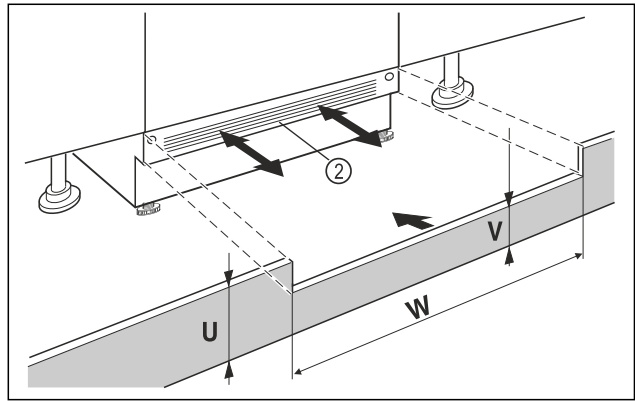

Fig. 14 Vejledende illustration
- ▶ Påsæt enhedens sokkelpanel Fig. 14 (2), men uden at fastgøre den.
- ▶ Ved synligt sokkelpanel Fig. 14 (2) skal det trækkes så langt frem som muligt, så forkanten af ventilationsgitteret og møbelsokkelpanelet danner ét plan.
- ▶ Ved skjult sokkelpanel Fig. 14 (2) skal det skubbes helt tilbage.
- ▶ Se til, at ventilationslidserne er helt frie: Ved behov kan man tilskære møbelsokkelpanelet Fig. 14 (U) i højden!
- ▶ Langs nichebredden Fig. 14 (W) tilpasser man stanghøjden Fig. 14 (V) under enhedssokkelpanelet Fig. 14 (2).